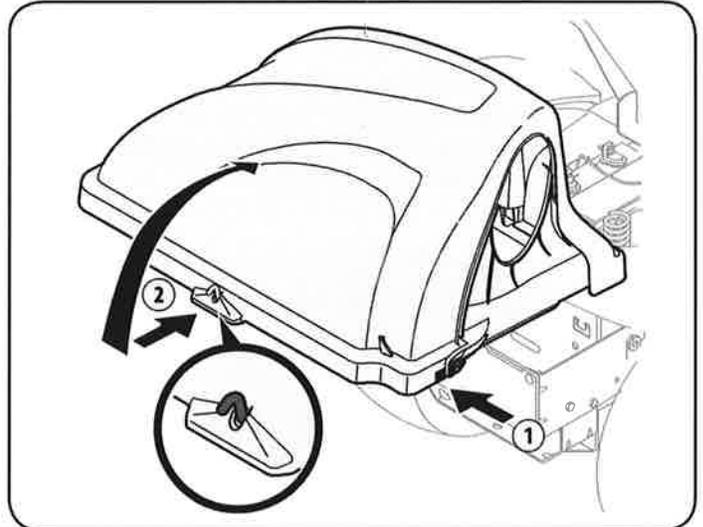

Figura 44
6. Abierta la capilla empujando en la pestaña del lado derecho trasero con la mano derecha, como se ve en 1 de la Figura 44, y levantando la tapa con la mano izquierda en la parte central posterior de la tapa del contenedor, 2.